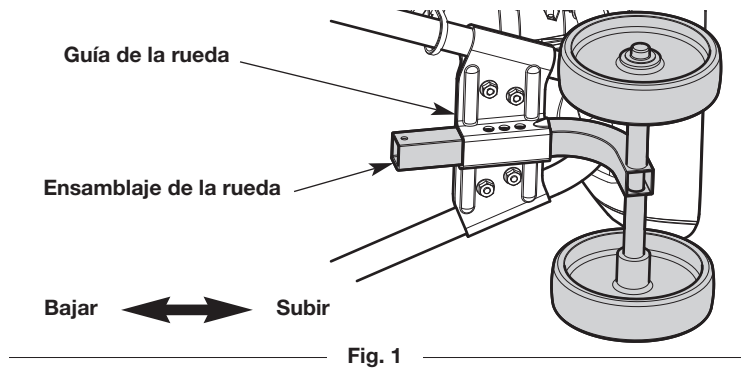

Fig. 1
1. Apoye la unidad sobre un costado (Fig. 1).
2. Inserte el ensamblaje dentro de la guía de la rueda (Fig. 1).
3. Ajuste la altura moviendo el ensamblaje de la rueda a lo largo de la guía de la misma (Fig. 1).